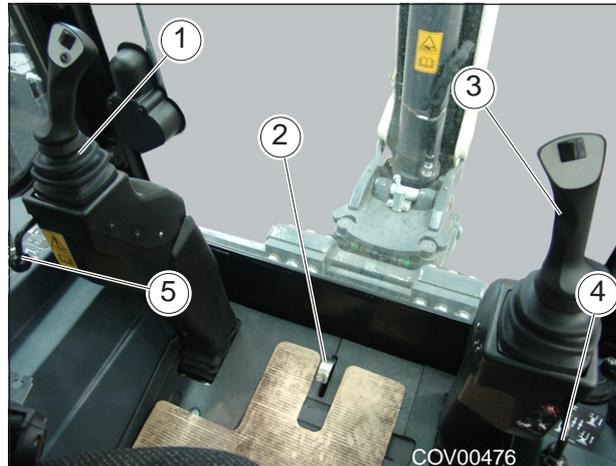

Рис. 4.33. - Джойстики сервоуправления
Положение устройств сервоуправления (рис. 4.33) может быть изменено так, как удобно оператору. Управление системой обратной лопаты при помощи джойстика. Конфигурация джойстиков может быть сделана по эксплуатационной схеме S.A.E. или I.S.O. На джойстиках имеются кнопки для приведения в действие различных функций.
Джойстики сервоуправления будут работать при нажатой кнопке, когда они находятся в среднем (B) или транспортном (C) положении (см. рис. 4.33).